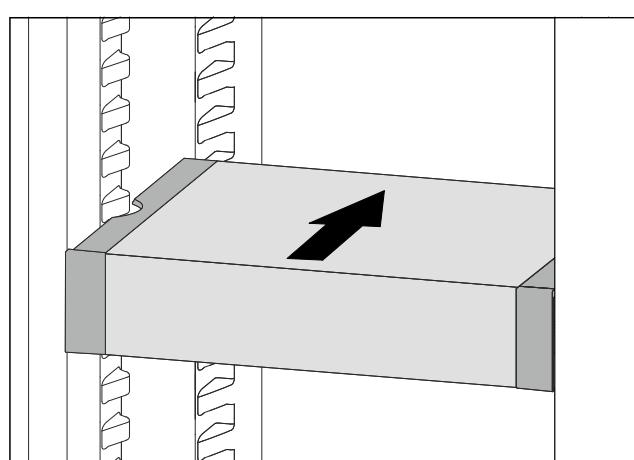

Fig. 91
- Изтеглете VarioSafe напред, докато страничните прорези на VarioSafe се намират на височината на реброто на съда в хладилната част. Fig. 91 (1)
► Преместете VarioSafe нагоре или надолу в хладилната част, докато се достигне желаната височина. Fig. 91 (2)